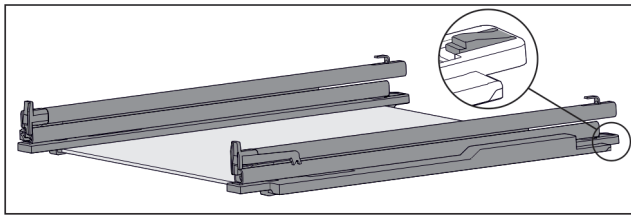

Fig. 197 带轨道和固定件的玻璃隔板
- ▶ 将固定件后部向下压 (参见 Fig. 197)，同时向后推轨道。